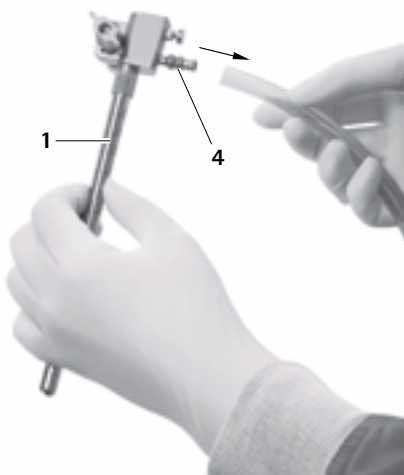

Fig. 12
- Retirar o tubo da conexão de lavagem **4**, ver Fig. 12.